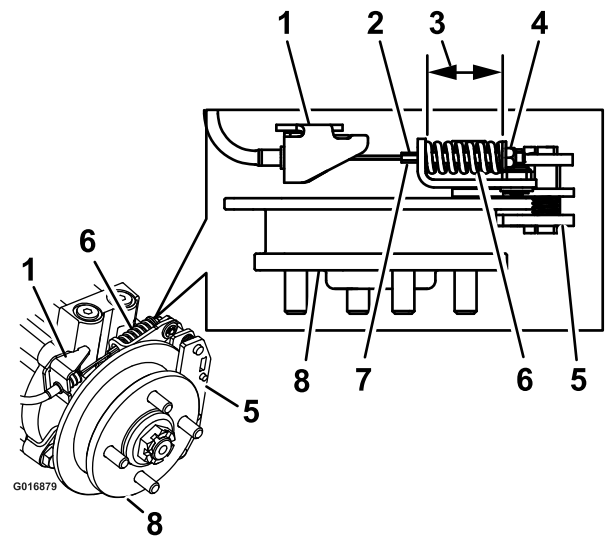

Figura 74
9. Sujete el extremo de la varilla roscada con una herramienta y ajuste la contratuerca hasta que el muelle mida de 3.8 a 4.0 cm (1-1/2 a 1-9/16 pulgada) (Figura 74).